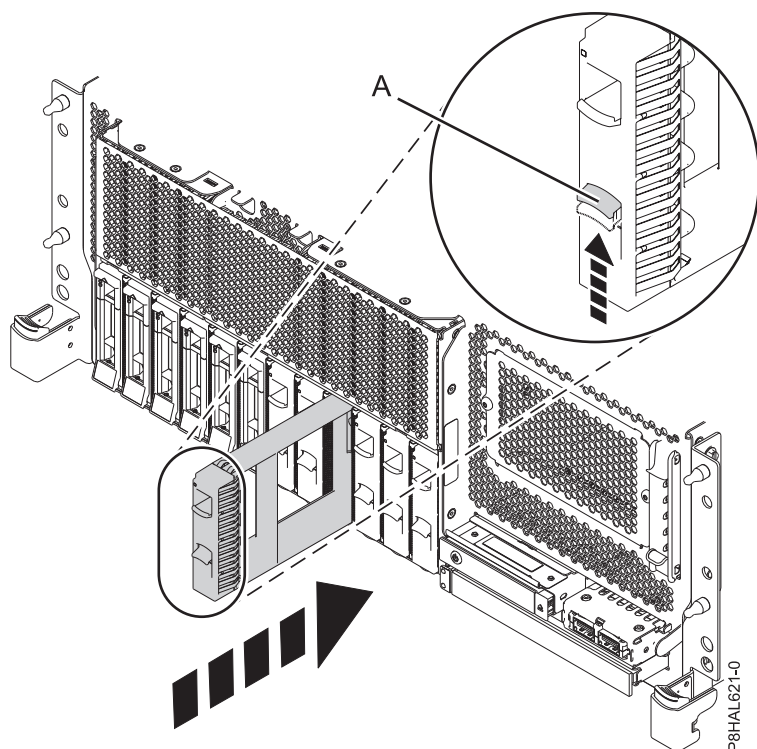

Figura 137. Instal·lació d'un panell de reblliment d'una unitat en un sistema de funció bàsica muntat en bastidor
3. Alineeu el panell de reblliment de la unitat de disc amb la ranura de la unitat i empenyeu-lo cap al sistema (A) fins que quedi ben encaixat, tal com es mostra a Figura 137, Figura 138 a la pàgina 150, Figura 139 a la pàgina 151 i Figura 140 a la pàgina 152.